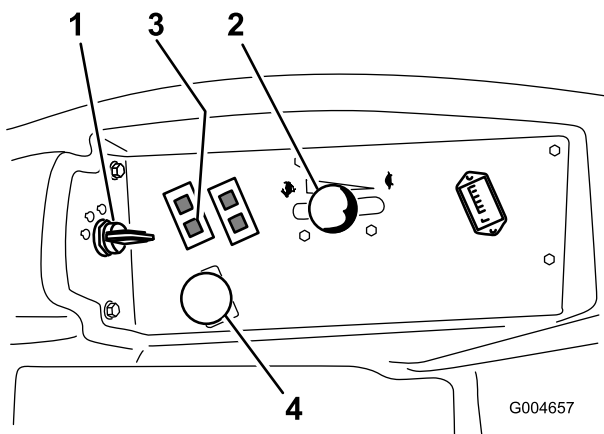

Bild 16
4. Schieben Sie den Zapfwellenantriebsschalter auf „Aus“ (Bild 16).
- Bewegen Sie den Gasbedienungshebel in die Mittelstellung zwischen Langsam und Schnell (Bild 16).